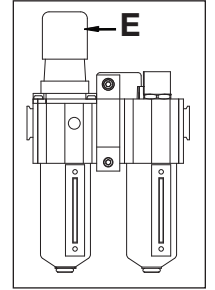

图 6
调节螺钉 (E) 在出厂时已被调整到顺时针方向的尽头,在此状态下系统无法获得润滑油料。要进行初始调节,请打开进气装置,油就开始流入系统。旋转调节螺钉,调节油的滴落速度。逆时针旋转调节螺钉,会提高滴落速度。(见图 6)一开始,将滴落速度设置为每分钟一到两滴,在系统达到正常操作温度后,对速度进行微调。
向上拉调节螺母,以解除锁定。要提高出口压力设置,就必须顺时针旋转调节螺母;要降低出口压力设置,就必须逆时针旋转。要降低压力,首先将压力降到所需压力以下,然后逐渐提高到所需出口压力。(见图 6)